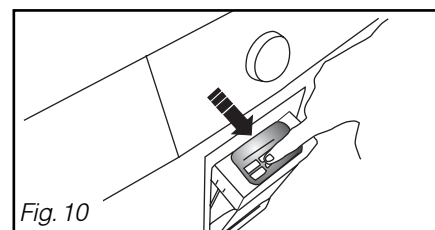

Fig. 10
*Si vous utilisez l'eau du bac de récupération, nettoyez régulièrement le filtre du réservoir en retirant les peluches avec les doigts (Fig. 10).*